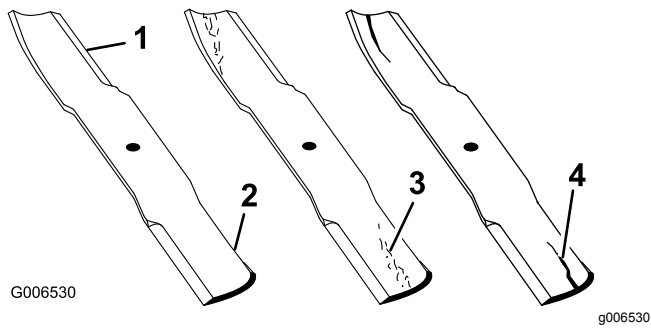

図 32
2. ブレードの切っ先を注意深く観察、特に、直線部と曲線部が交わる部分をよく観察する **図 32**。この、直線部と曲線部の交差域は、砂などによる磨耗が進みやすい部分なので、機械を使用するまえによく点検することが必要。磨耗が進んでいる場合 **図 32**にはブレードを交換する **ブレードの取り外しと取り付け (ページ 21)**を参照。
ブレードの磨耗を放置すると、ブレードのセイル部と平坦部との間に割れ目が発生する **図 32**。この割れ目が拡大すると、最終的にはブレードがちぎれてハウジングの下から飛び出し、これがオペレータや周囲の人に重大な人身事故となる。